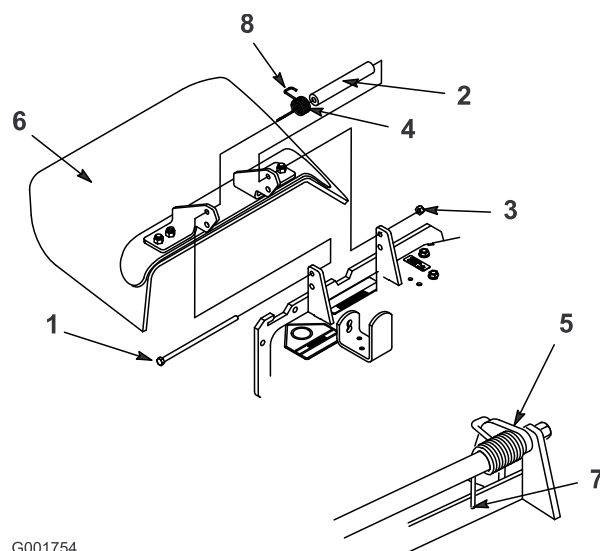

Figura 67
1. Retire la contratuerca, el perno, el muelle y el espaciador que sujetan el deflector a los soportes de pivote (Figura 67).
4. Coloque el extremo en J del muelle alrededor del deflector de hierba (Figura 67).